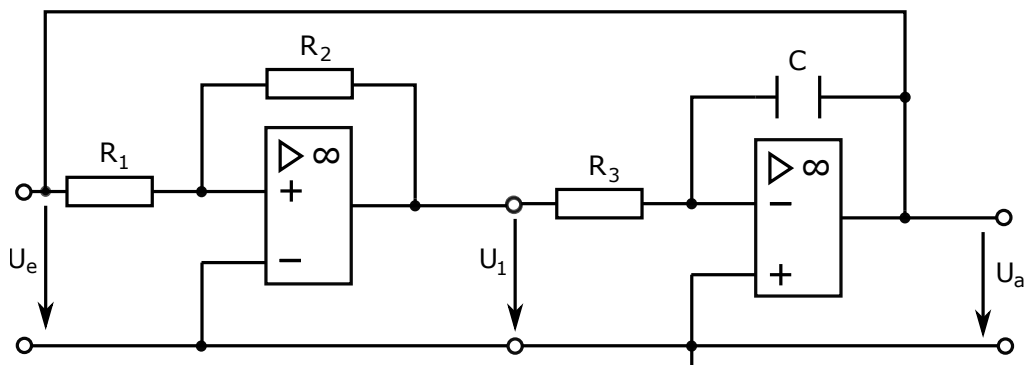

Abbildung 5: Signalgenerator-Schaltung
10. Welcher Signalverlauf ergibt sich, wenn der Ausgang eines Schmitt-Triggers über einen Integrator rückgekoppelt wird? Betrachte hierzu die Abbildung 5.
11. Was ist der theoretische Wert der Frequenz der erzeugten Schwingung bei der Schaltung in Abb. 5?
f) Ergänzen Sie einen Integrator hinter der Schmitt-Trigger-Schaltung wie in Abbildung 5 und beobachten Sie das Dreiecks-Ausgangssignal gegenüber dem sinusförmigen Eingangssignal. Ermitteln Sie mithilfe des Oszilloskops die Frequenz der erzeugten Schwingung, sowie deren Amplitude. Vergleichen Sie diese im Anschluss mit dem Gleichung des Theorie-Wertes $v_{\text{Dreieck}} = \frac{R_2}{4CR_1R_3}$.